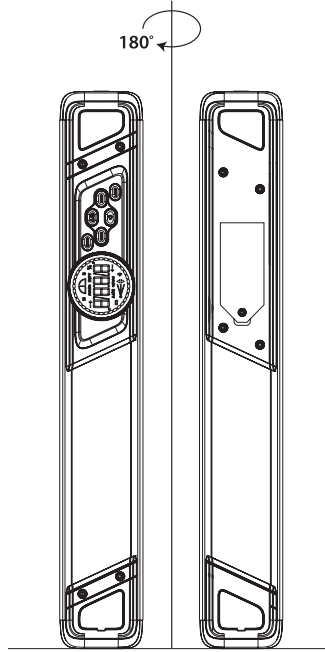

Abbildung 5
- Drehen Sie das Gerät um 90° und drücken Sie dann (3). **CAL3** beginnt zu blinken und wechselt dann zu **CAL4**.
- Drehen Sie das Gerät, ohne es von der Stelle zu nehmen, um 180° und drücken Sie dann (3). **CAL4** beginnt zu blinken. Wenn **CAL4** auf dem Display (8) ausgeblendet wird, ist die vertikale Kalibrierung abgeschlossen (Abb. 5).
- Gire el dispositivo 90° y pulse (3). **CAL3** empieza a parpadear y luego cambia a **CAL4**.
- Sin mover el dispositivo, gírelo 180° y pulse (3). **CAL4** empieza a parpadear. Cuando **CAL4** desaparezca de la pantalla (8), la calibración vertical estará completa (Fig. 5).